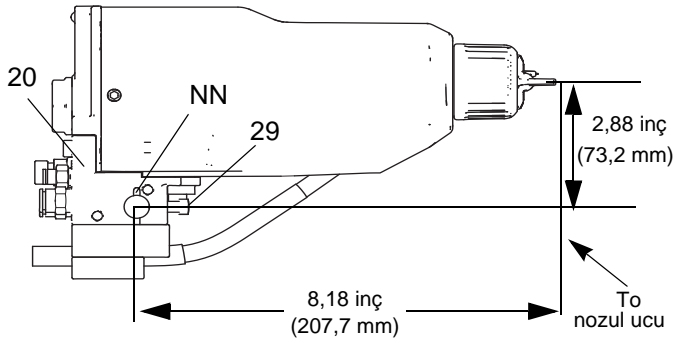

FIG. 4 Montaj Braketi
1. Manifoldun iki set vidasını (29) gevşetin ve manifoldu (20) 1/2 inç (13 mm) montaj çubuğuna doğru kaydırın.
NOT: arttırılmış konumlandırma güvenilirliği için, 1/8 inç (3 mm) konumlandırma pimi braketteki yuvaya (NN) ve çubuktaki deliğe geçirin. Detaylar için bkz. FIGURE 4.